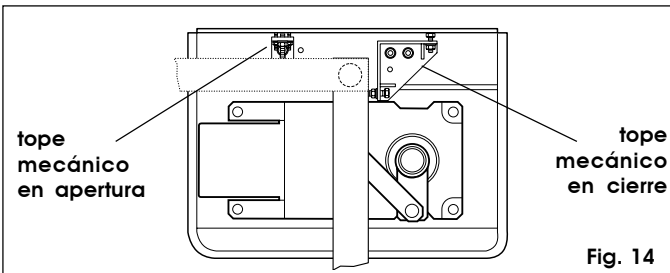

Fig. 14
**Nota:** Para los sistemas con apertura a 110° y 140° se puede aplicar en el interior de la caja portante los topes mecánicos en apertura y cierre (opcional). Para la fijación hágase referencia a las relativas instrucciones (fig.14)